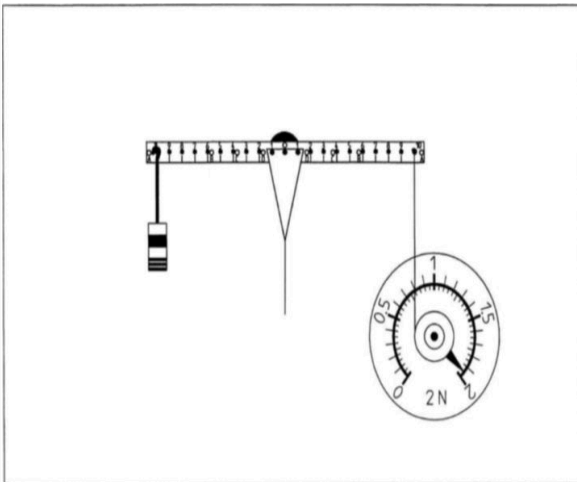

Fig. 2: Balanza de viga con peso y dinamómetro
- Desplazar el dinamómetro hasta que la palanca quede horizontal y la cuerda de tracción perpendicular a ella (fig. 2).